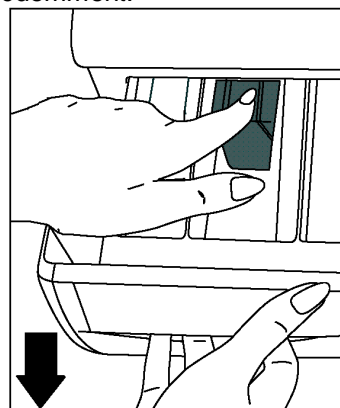

Fig 15
- Soulevez l'avant du tiroir et continuez à tirer jusqu'à ce que celui-ci sorte de son emplacement (fig. 15).
Retirez le bac à produits. Enlevez le bouchon du siphon (Fig. 15) et nettoyez soigneusement les résidus d'assouplissant. Nettoyez et remettez le bouchon du siphon en place. Vérifiez qu'il est bien en place.